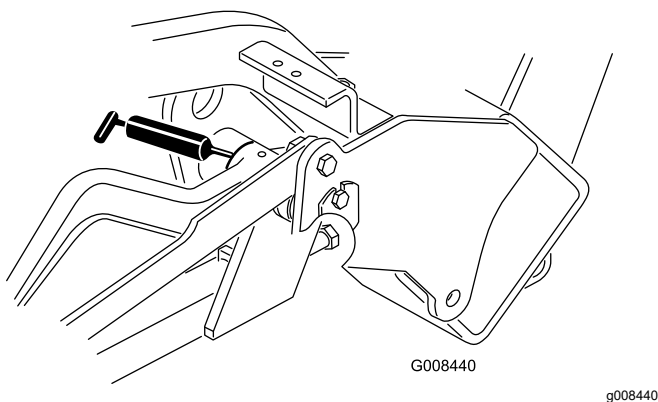

Figura 27
- Brae de ridicare (3) (Figura 27)